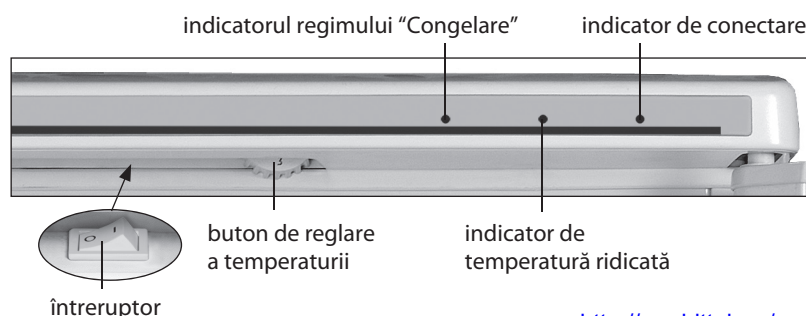

Figura 3 – Elemente de comandă a congelatorului
**2.1.1** Elementele de comandă în conformitate cu figura 3 sunt:
Pentru a porni congelatorul trebuie de conectat acesta la rețeaua electrică – se va aprinde indicatorul de conectare în conformitate cu figura 3.
Conectarea regimului „Congelare” se efectuează prin apăsarea întrerupătorului la indicele „I” – se aprinde indicatorul regimului, la apăsare la indicele „0” regimul se deconectează și indicatorul se stinge în conformitate cu figura 3.